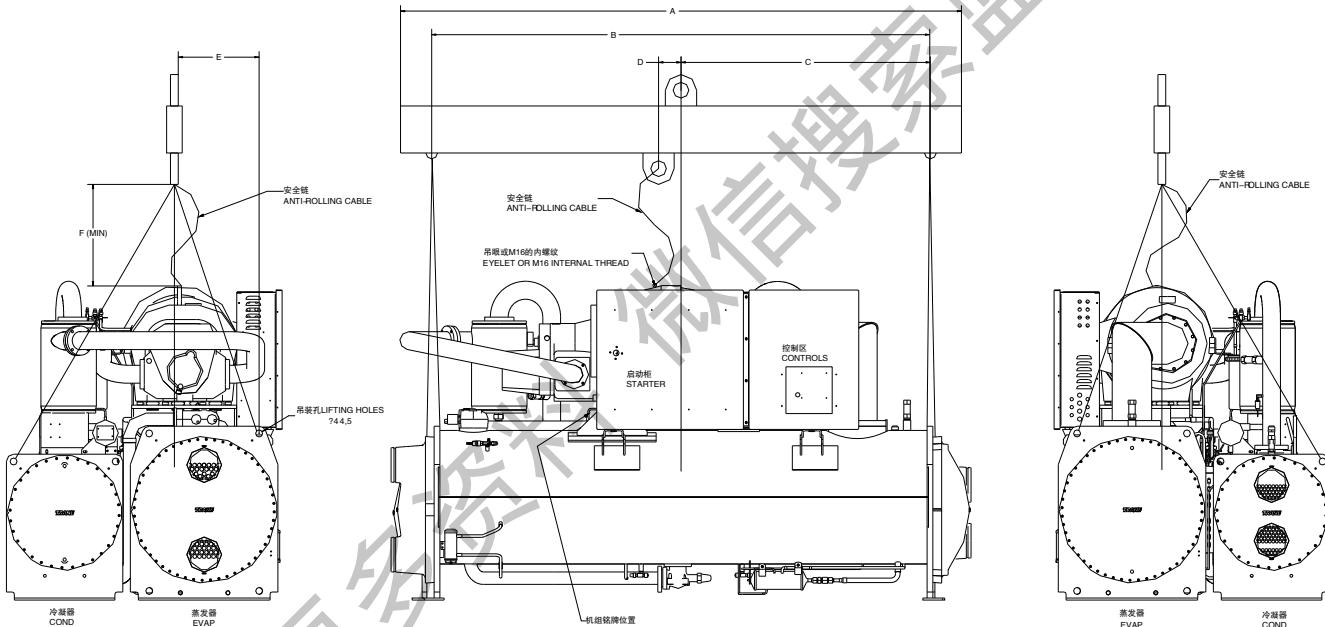

图6 机组吊装
- 2.正确吊装机组并起吊，或用千斤顶顶起机组，吊装点如图6所示。然后移除底座[○]。
- 3.在机组上的吊运孔上装U形接头。如图6所示，起重链或缆绳接在U形接头上。每一根缆绳都要求能够单独承受冷水机组的重量。